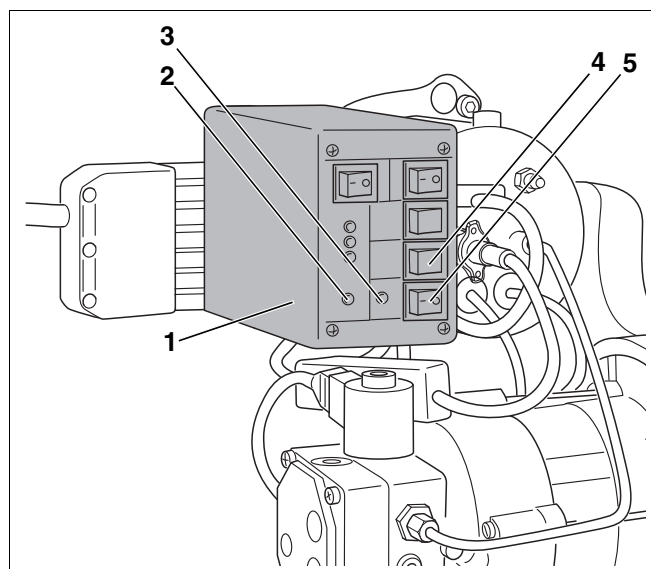

Abb. 29 Mit Brennerprüfgerät Ölleitung entlüften
- Brennerprüfgerät (Abb. 29, **Pos. 1**; Zubehör) – wenn die Öllansaugung über die am Brenner angebaute Ölpumpe erfolgen soll.
Im Folgenden wird Ihnen die Entlüftung der Ölleitung mit dem Brennerprüfgerät (Abb. 29, **Pos. 1**) beschrieben.
- Brennerprüfgerät (Abb. 29, **Pos. 1**) auf den freiliegenden Sockel aufstecken.
- Betriebsschalter des Regelgerätes einschalten. Die LED (rot) leuchtet (Abb. 29, **Pos. 2**).
- Brennerprüfgerät über den Betriebsschalter (Abb. 29, **Pos. 5**) einschalten. Beide LEDs (rot und grün) leuchten (Abb. 29, **Pos. 2** und **3**).
- Schalter zur Überbrückung des Ölvorwärmers (Abb. 29, **Pos. 4**) einschalten.